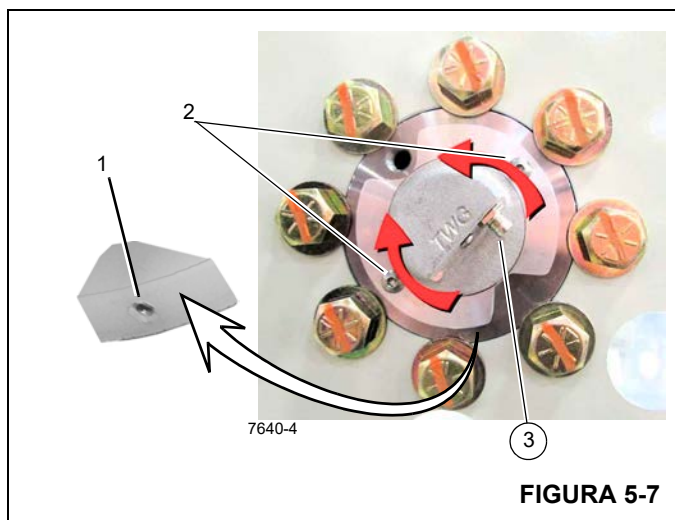

FIGURA 5-7
7. Solte o parafuso de trava (1, Figura 5-7) na lateral do flange do DRI.
8. Usando os furos de chave de boca (2, Figura 5-7) gire o DRI, de forma que o conector (3) fique voltado para baixo.
9. Aperte o parafuso de trava (1, Figura 5-7) depois que o DRI estiver posicionado conforme desejado.